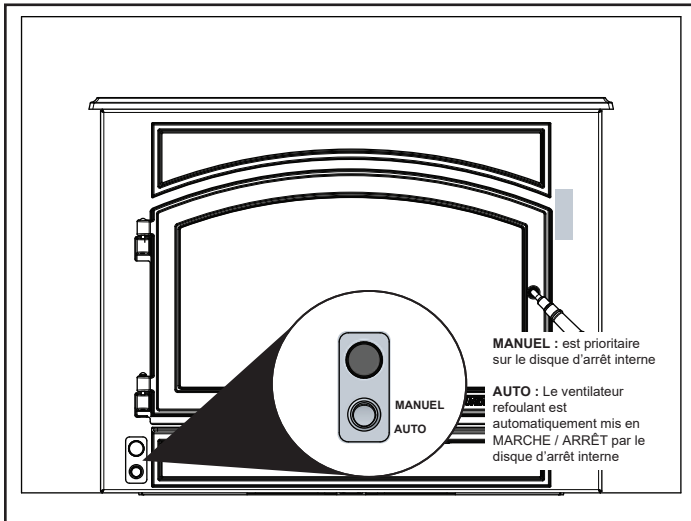

Figure 14.1
1. Le ventilateur se met en marche/arrêt automatiquement lorsque réglé sur **AUTO (Figure 14.1)**.